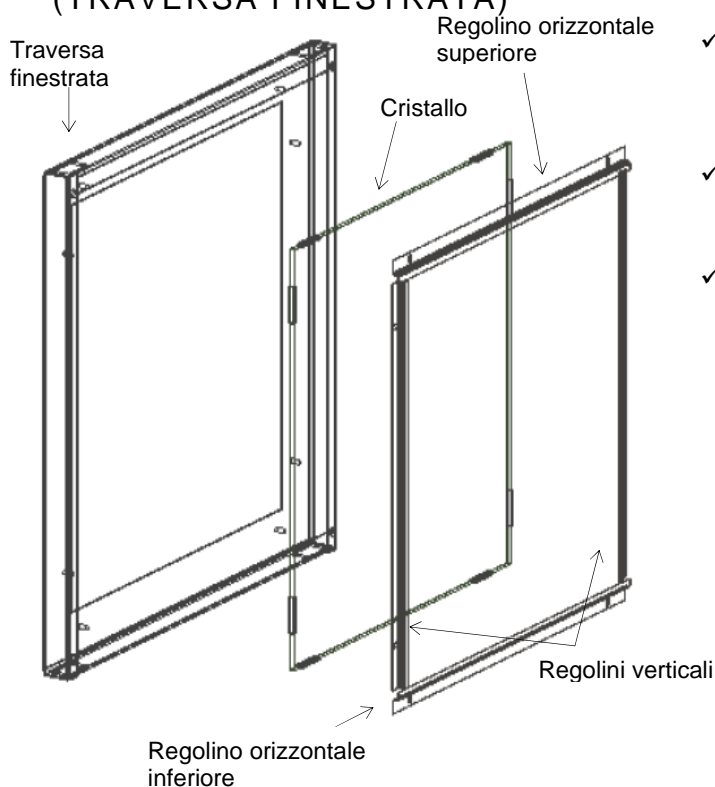

Fig. 14.1
- ✓ Appoggiare il cristallo, già provvisto di distanziali in gomma, sul telaio e procedere al fissaggio dei regolini orizzontali, inferiore e superiore, e verticali con rondelle piane, rondelle dentellate e dadi M5 (Fig. 14.1)